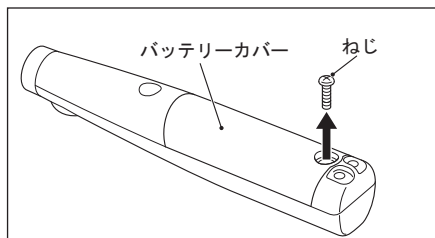

図 11
- 3) バッテリーカバーを留めているねじをプラスドライバーで取り外します。(図 11)